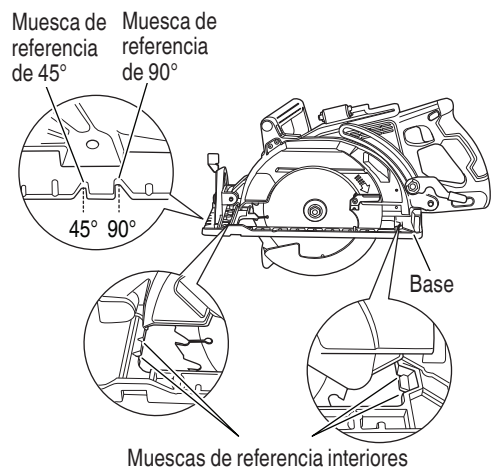

Fig. 27
- (1) La parte delantera de la base tiene una muesca de referencia de 90° y una muesca de referencia de 45° para el corte vertical y en bisel. Las muescas de referencia le permiten guiar la sierra por las líneas de corte marcadas en la pieza de trabajo. Asimismo, la sierra tiene las muescas de referencia interiores ubicadas en el interior de la base, como se muestra en la Fig. 27, para mantener el corte recto.
- (2) Cuando la base no está inclinada, use el lado derecho de la muesca.
Si la base está inclinada (45 grados), use el lado izquierdo de la muesca (Fig. 27).
- (4) Incline la sierra hacia adelante y alinee la ranura (Fig. 27) con la línea guía premarcada.
- (5) Suelte la palanca. Cuando la cubierta de protección inferior entre en contacto con la superficie de la pieza de trabajo, ésta estará en la posición apropiada para abrirse libremente cuando comience el corte.
- (6) Sujetando la sierra, con la hoja alejada de la superficie de la pieza de trabajo, tire del interruptor disparador.
- (7) Tras alcanzar la sierra la máxima velocidad, baje poco a poco la parte trasera de la sierra hasta que su base se apoye en la superficie de trabajo.
- (8) Avance la sierra a lo largo de la línea de corte hasta llegar a la esquina.
- (9) Suelte el interruptor disparador y deje que la hoja se pare por completo antes de retirar la hoja de la pieza de trabajo.
- (10) Utilice una sierra de vaivén o una sierra manual para cortar las esquinas.
- (11) Cuando empiece cada corte nuevo, repita el procedimiento de arriba.